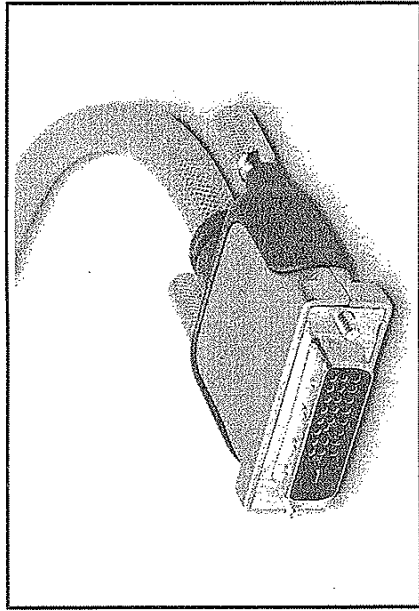

Fig. 8.10.
- **Dual-link (Enlace dual)**. Utiliza dos transmisores a 165 MHz, los cuales duplican la tasa de transferencia de datos, por lo cual, permite enviar información de pantallas a mayores resoluciones de las que alcanza el anterior. Por ejemplo, permite trabajar a altísimas resoluciones como 2560 × 1600. Debemos tener en cuenta que el cable utilizado también debe soportar el enlace dual para que funcione correctamente. Ver la fig. 8.10.